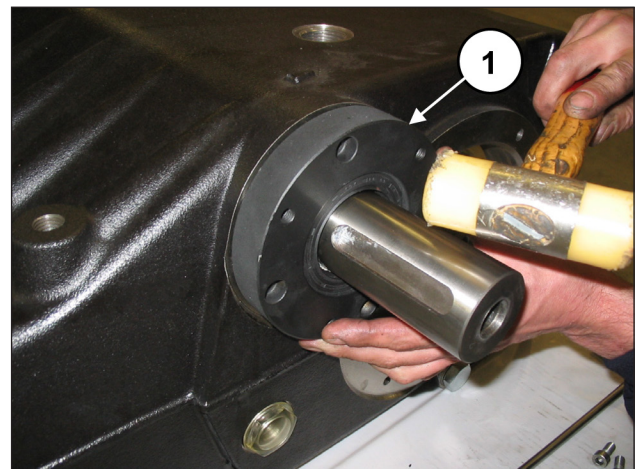
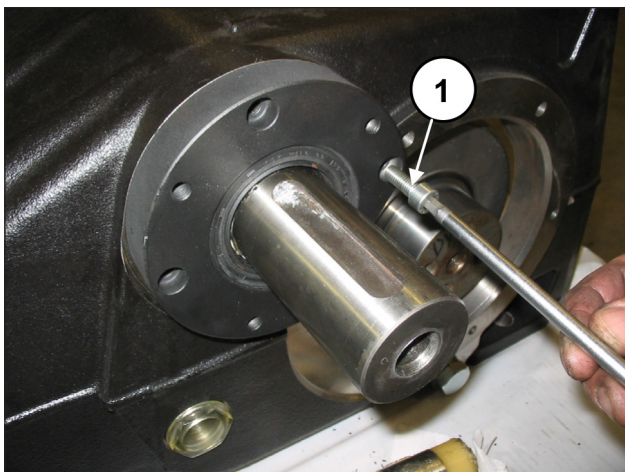

Abb. 67
Abb. 68
Montieren Sie einen ersten Zapfwellen-Lagerdeckel (rechts bzw. links) an das Pumpengehäuse (Pos. ①, Abb. 67) und befestigen Sie den Deckel anhand von 4 Schrauben M8x30 (Pos. ①, Abb. 68).
Montieren Sie den fehlenden Zapfwellen-Lagerdeckel an das Pumpengehäuse (Pos. ①, Abb. 67) und befestigen Sie den Deckel anhand von 4 Schrauben M8x30 (Pos. ①, Abb. 68).